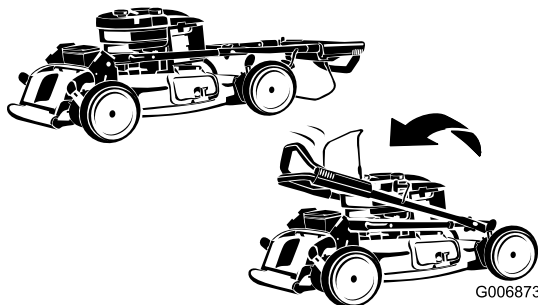

Figure 35
3. Pliez la moitié supérieure du guidon en avant de la manière indiquée (Figure 35).